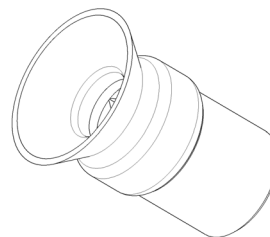

figura 29
**2 Una vez por semana:** verifique que la junta del raspador no esté desgastada. de ser así, sustitúyala con un repuesto original del fabricante. (ver figura 29)
**3 Una vez por semana:** verifique la presencia de eventuales pérdidas, extrayendo la bandeja (ver figura 30). Si hay verifique que la junta del raspador no esté desgastada. de ser así, sustitúyala con un repuesto original del fabricante (ver figura 29).